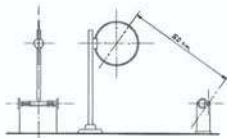

Fig. 2
- 11) Collegare il generatore ad un'antenna standard a telaio disposta come in fig. 2. In